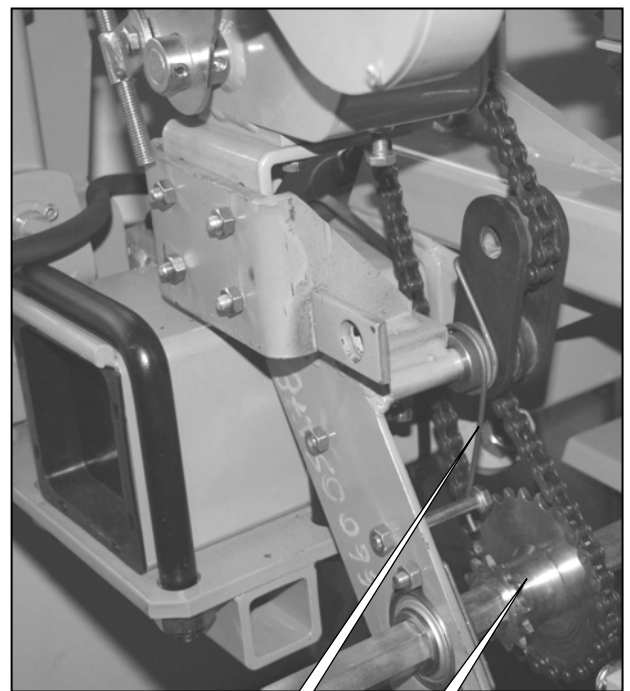

Fig. 3
Due botole (B fig. 3 e 4) fornite di un tubo consentono lo spurgo della tramoggia.
- 3 - Modifiez la position du ressort de tendeur F (fig. 2 : pignon 12 dents, fig. 3 : pignon 25 dents)
- 3 - Change the position of the tensioner spring F (fig. 2: 12 tooth sprocket, fig. 3: 25 tooth sprocket)